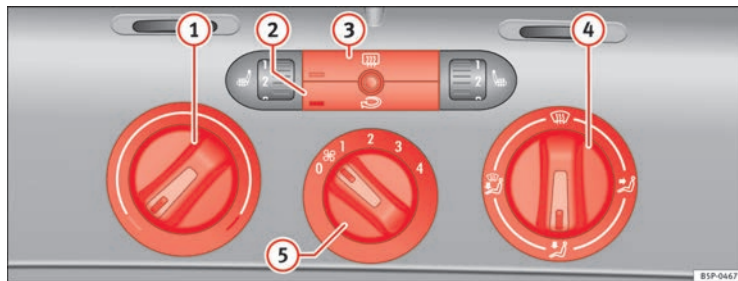

Abb. 126 In der Instrumententafel: Bedienelemente der Heizung
- Mit den Reglern ⇒ Abb. 126 ① und ④ und mit dem Schalter ⑤ stellen Sie die Temperatur, die Luftverteilung und die Gebläsestufe ein.
- Drücken Sie die jeweilige Taste ② bzw. ③, um eine Funktion ein- oder auszuschalten. Bei einer eingeschalteten Funktion leuchtet das Fenster unten links an der Taste ein.